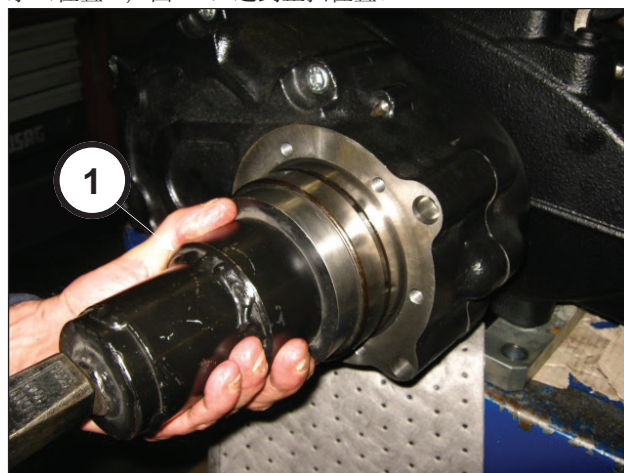
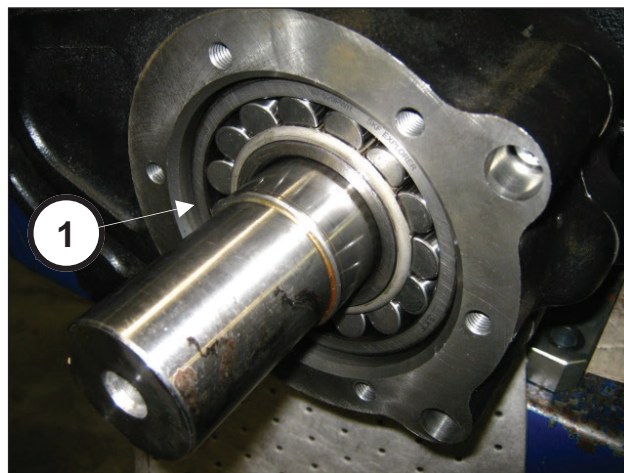

图 75
图 76
通过使用代号为27887000的工具 (位置①, 图 75), 使轴承 (位置①, 图 76) 达到止挡位置。